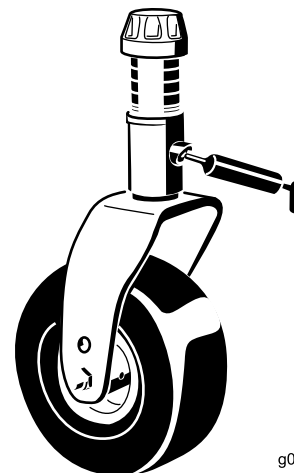

Figura 15
- Casquillos (2) del eje de la horquilla de las ruedas giratorias (Figura 15)